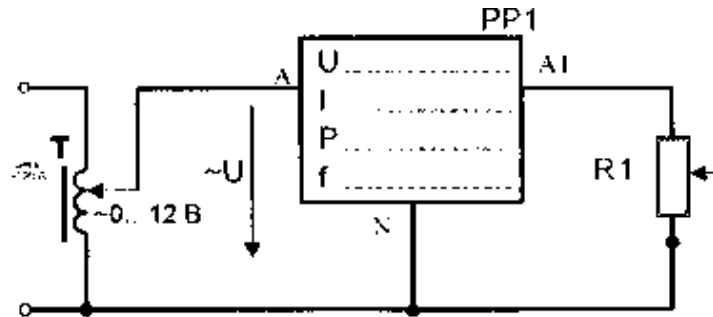

Рис. 1
3.2. Собрать электрическую цепь для снятия вольтамперной характеристики резистора (рис. 1). В качестве регулируемого источника питания использовать выход пониженного напряжения автотрансформатора (клеммы « $\sim 0 \dots 12 \text{ В}$ »). Установить заданное преподавателем значение сопротивления резистора R1. Ручку регулятора напряжения автотрансформатора установить в крайнее левое положение. На измерителе мощности установить пределы измерений «30 В» и «2 А».